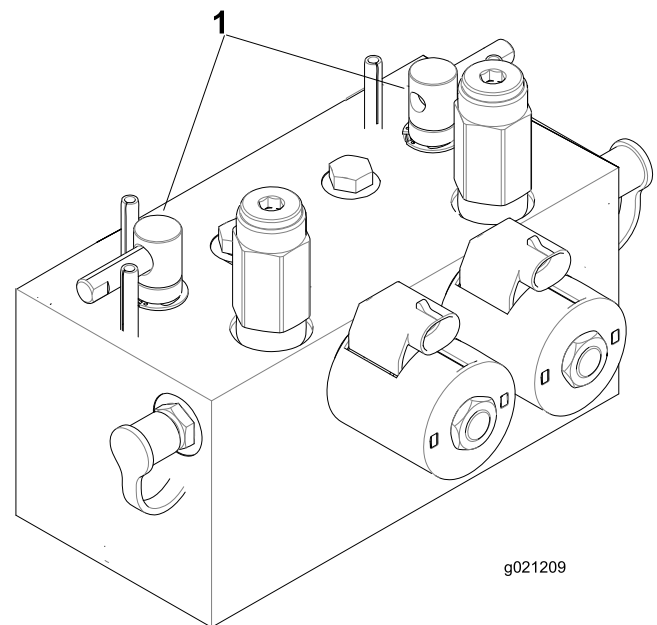

Figura 74
2. Desbloquee y levante el asiento para poder acceder a las palancas de autoafilado (Figura 74).
5. Seleccione la palanca de autoafilado correspondiente a los molinetes que desea autoafilar: delanteros, traseros o ambos (Figura 74).